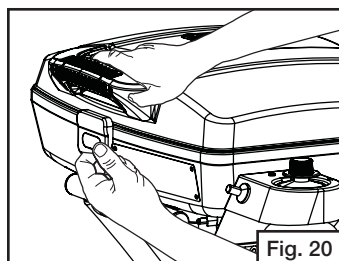

Fig. 20
- Para abrir la tapa, desengánchela de la manija y llévala hacia arriba. (Fig. 20)